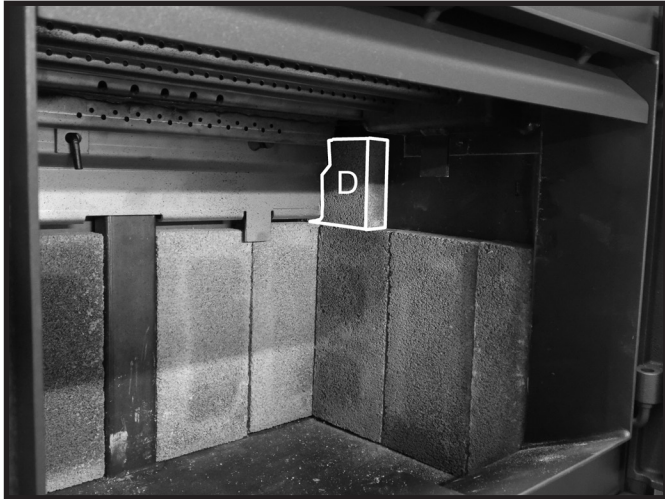

Figure 15: Petite brique réfractaire en position.
4. Placez une brique réfractaire sur les briques réfractaires précédemment placées et faites-le glisser vers le mur arrière en veillant à ce que ce brique s'insère derrière le rail en brique (Figure 15).